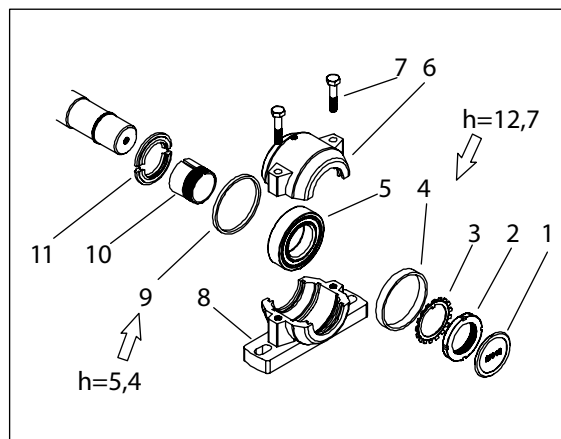

Bild 7a. Lager belägen på inmatningstrat sida
2. Avlägsna fästskruvarna M10 (7) och husets överdel (6).
5. Vända bort säkringsbrickans (3) flikan från urtagen på axelmutter och öppna axelmutter.
6. Ta bort axelmutter, säkringsbrickan, passring (4), lager (5), passring (9) och ansätARBussning (10).
7. Montera ansätARBussning, passring (9) och lager på axeln. Beakta tjocklek av passring 9. Se bild 7a.
12. Montera den andra halven av dammskydden och ändplattan i huset. Träda passring (4) på axeln.
1. Öppna lagerhusets lock, (bild 7a). Avlägsna gammalt fett så noga som möjligt och tillsätt nytt fett. fyll dock inte lagerhuset helt.